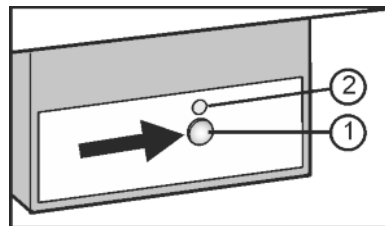

Fig. 9
- ▶ Нажмите и удерживайте кнопку On/Off Fig. 9 (1) так, чтобы светодиод Fig. 9 (2) загорелся.